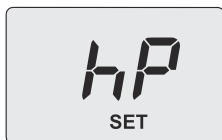

Рисунок 9.18
- Використовуйте кнопки 15 або 16; на РК-дисплеї літери **hP** чергуються з мінімальним значенням температури води опалення (наприклад, **32**), а також з'являється повідомлення **SET**, вказуючи на ввімкнення «функції очищення димаря» за мінімальної потужності в режимі опалення (Рисунок 9.18).